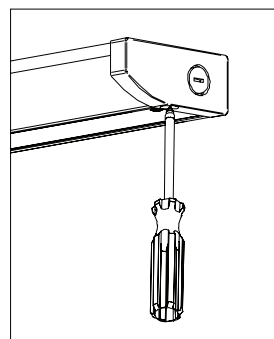

Figure 5
9. Drive fixture mounting screws securely. See Fig 5. Mounting screws are suitable for cabinet bottoms 3/8" or thicker. Use shorter screws for cabinet bottoms thinner than 3/8".
9. Atornille bien los TORNILLOS DE MONTAJE. Ver Fig 5. Los tornillos de montaje son apropiados para gabinetes con fondos de 3/8" o más gruesos. Use tornillos más cortos para gabinetes con fondos menores a 3/8".